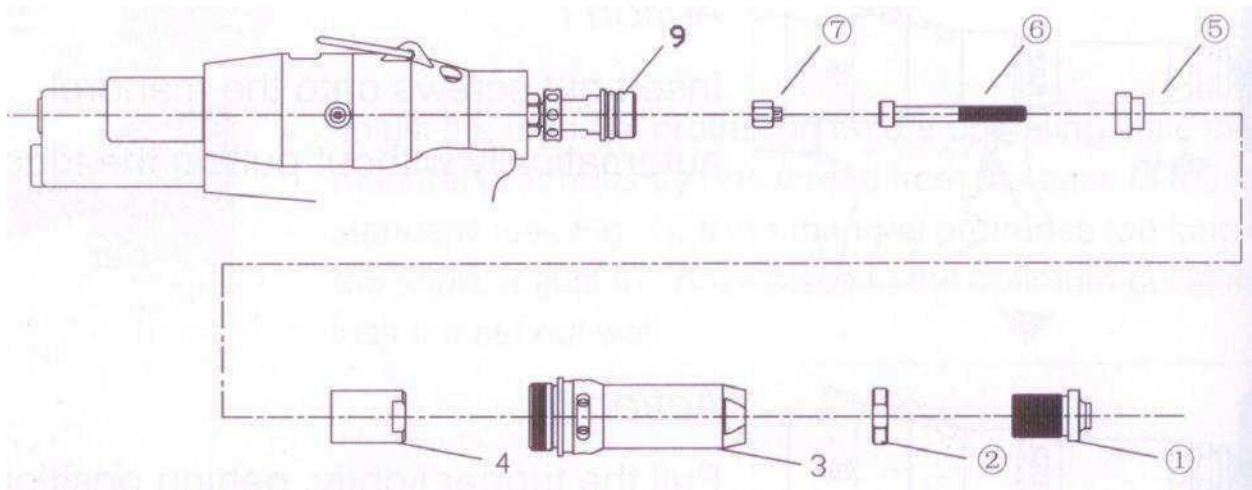

Рис.6
- 2) Демонтируйте части от (1) до (9) (см. Рис.6).
- 3) Выкрутите регулировочную втулку (1) и замените на требуемый размер
- 4) Выкрутите головку инструмента (3) при помощи ключа
- 5) Зафиксируйте муфту (9) при помощи ключа, выкрутите внутренний-цилиндр (4)
- 6) Замените шестигранный адаптер (7), резьбовой шток (6), адаптер штока (5) на требуемый размер.
- 7) Для выполнения монтажа выполняйте операции в порядке, обратном порядку демонтажа, и постарайтесь крепко накрутить внутренний-цилиндр (4) на муфту (9).